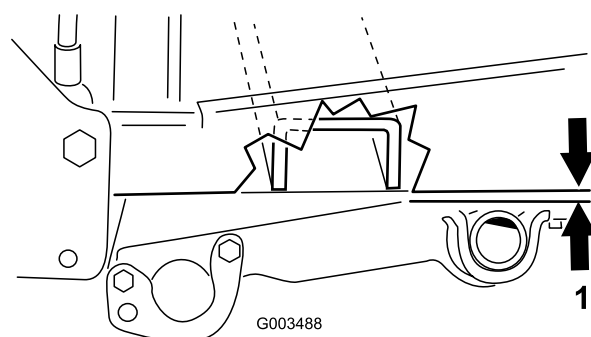

Figura 17
2. Mida la distancia entre el bastidor de la unidad de tracción y el tubo de giro, según se muestra en Figura 17.